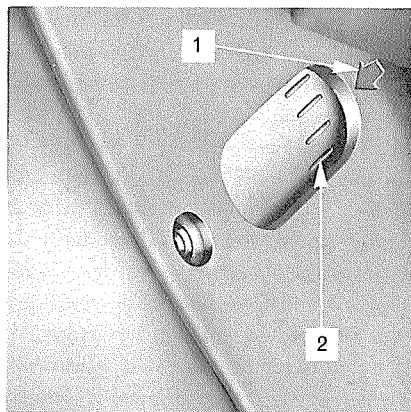

Figure 64 Repères de calage du moteur
3. Continuez à faire tourner doucement le moteur jusqu'à ce que le cran repère 2° du volant coïncide avec la flèche dans le regard rectangulaire pratiqué dans la tôle de liaison moteur à carter de boîte de vitesses, Figure 64. (Ce regard est caché par un protecteur qu'il faut enlever pour voir le volant).